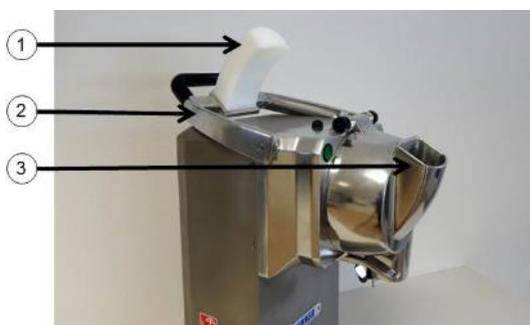
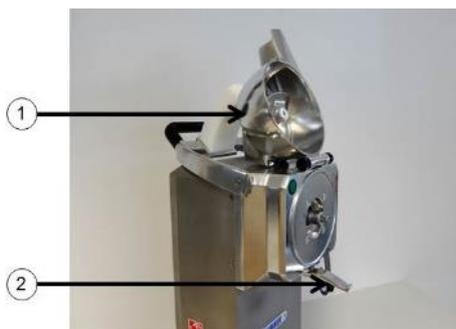
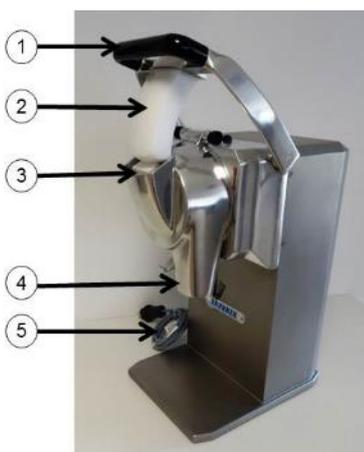

Fig. 5: La râpe à fromage pour magasins HLR avec levier basculant (2) rabattu.
Fig. 6: La râpe à fromage pour magasins HLR avec logement (1) rabattu.
**Fig. 7: La râpe à fromage HLR avec tambour (1) mis en place sur le moyeu (2).**
Levez le levier basculant (2), poussoir (1) incl., et rabattez-le complètement en arrière (Fig. 5).
Ouvrez le logement de râpe en poussant le verrou de fermeture (2) complètement vers le bas (Fig. 6). Basculez le logement de râpe (1) dans sa butée supérieure.
Maintenant, le bon tambour de râpe (1) peut être mis en place ou changé (Fig. 7).
Veillez à ce que le tambour (1) (Fig. 7) soit mis en place correctement sur le moyeu (2) (Fig. 7). Maintenant, le logement de râpe (1) (Fig. 6) peut être fermé. Ce faisant, veillez à ce que le verrou de fermeture (2) (Fig. 6) s'encliquette de manière nettement audible. Ensuite, le levier basculant (2) (Fig. 5) peut être basculé vers l'avant et le poussoir (1) (Fig. 5) devrait s'introduire sans opposer de résistance dans l'ouverture d'alimentation (3) (Fig. 5).